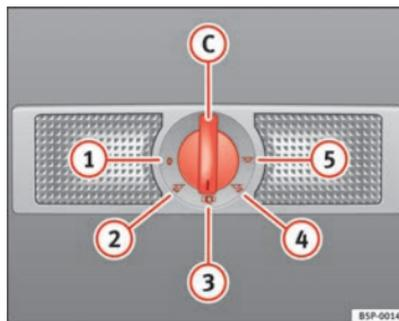

Fig. 83 Revestimento interior do tejadilho: iluminação interior e de leitura da parte traseira do habitáculo.
Com o interruptor ⇒ Fig. 83 (C) podem ser seleccionadas as seguintes posições:
Com o interruptor na posição ⇒ Fig. 83 (1) a luz interior e as luzes de leitura estão desligadas.